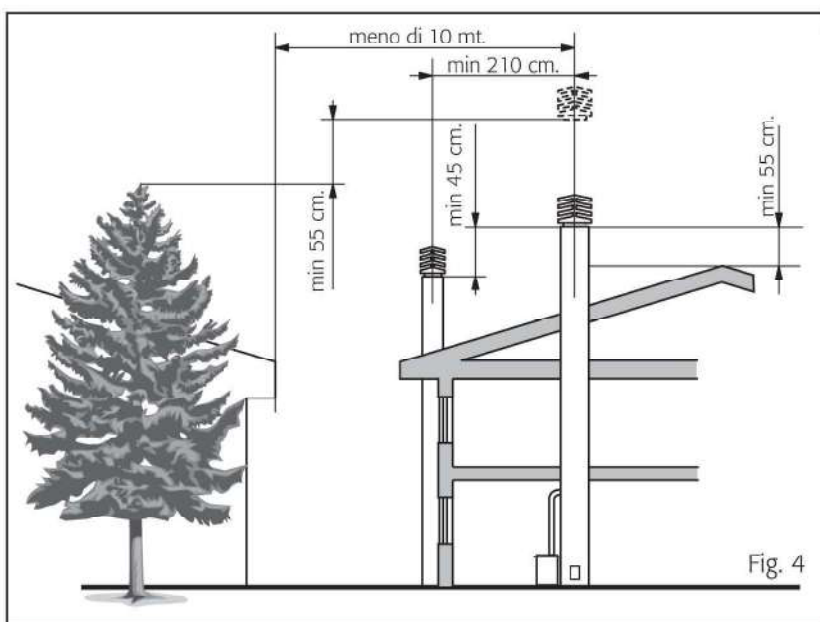

Fig. 4
- Il comignolo deve superare il colmo del tetto per evitare i venti di risacca, inoltre in presenza di altri comignoli, deve superarli in altezza di almeno 40 cm e trovarsi ad una distanza minima di 2 mt., eventualmente interporre dei separatori (fig. 4).